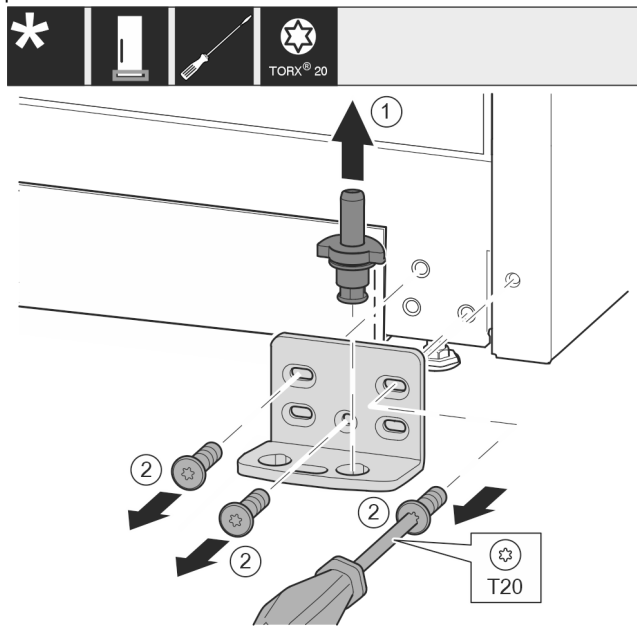

Fig. 18 *
- Ležajni sornik Fig. 18 (1) v celoti izvlecite v smeri navzgor.*
- Odvijte vijake Fig. 18 (2) z izvijačem in snemite ležajni podstavek.*